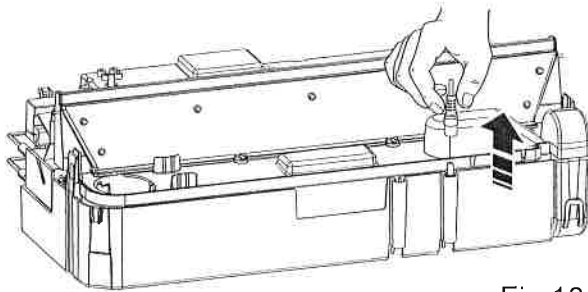

Fig.10
4. Den Stecker aus der Anschlussbuchse auf der linken Seite des Sumpfs ziehen. (Abb. 10).